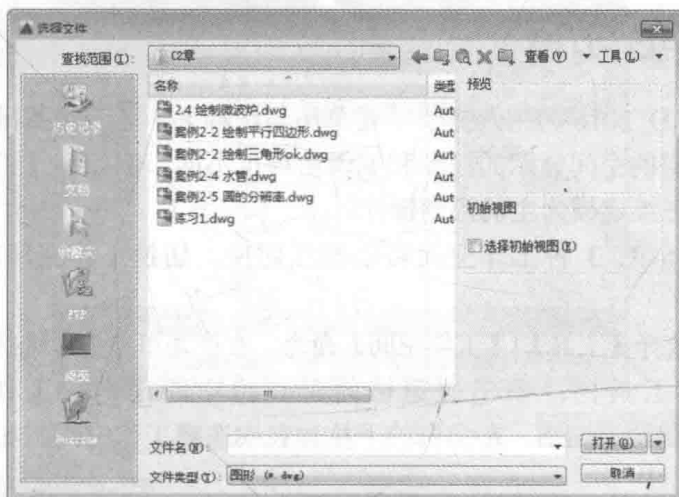

图 1-2 已经存在的 AutoCAD 图形文件
- 双击已经存在的 AutoCAD 2016 图形文件(*.dwg 格式),如图 1-2 所示。